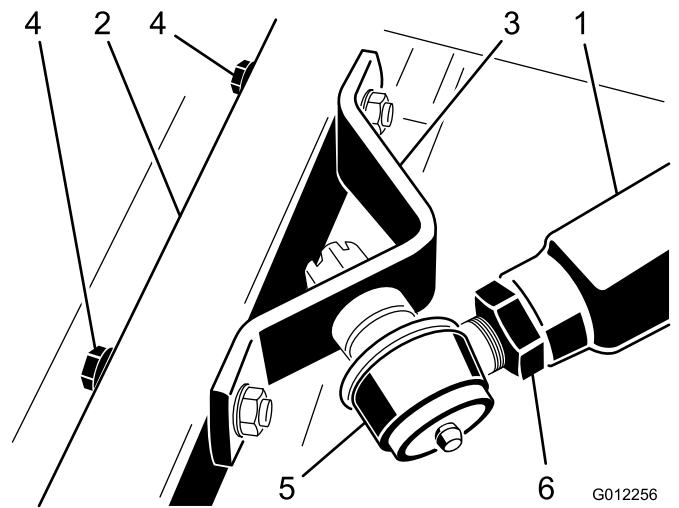

Figura 20
- Haga que otra persona haga presión hacia abajo con cuidado sobre el brazo de empuje derecho mientras que usted retira los tornillos de coperuza, las arandelas planas y las contratuercas que sujetan el soporte de la articulación esférica al brazo de la rueda giratoria de la unidad de corte (Figura 20). Ahora y con cuidado, la otra persona puede dejar que el brazo de empuje se desplace hacia arriba, lo que aliviará gradualmente la tensión de 45 kg del muelle.
3. Haga que otra persona haga presión hacia abajo con cuidado sobre el brazo de empuje derecho hasta que los taladros del soporte de la articulación esférica estén alineados con los taladros del brazo de la rueda giratoria (Figura 20).